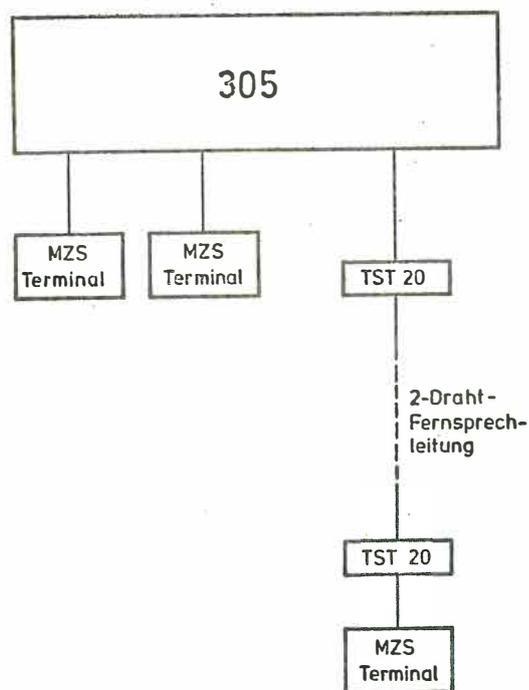

Bild 6 Fernanschluß eines MZS-Terminals
4. Fernanschluß eines MZS-Terminals (Bild 6)